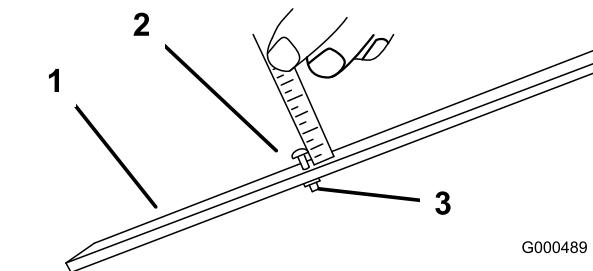

Figura 9
2. Afloje la tuerca de la barra de ajuste (Figura 9) y ajuste el tornillo para la altura de corte deseada. La distancia entre la parte inferior de la cabeza del tornillo y la cara de la barra es la altura de corte.